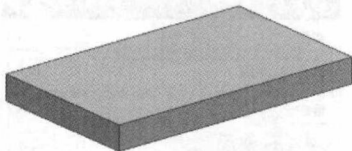

图 1-8 创建长方体
(1) 选择【插入】|【设计特征】|【长方体】命令, 出现【块】对话框, 在【长度】文本框中输入 60, 在【宽度】文本框中输入 100, 在【高度】文本框中输入 10, 单击【确定】按钮, 在坐标系原点(0,0,0)创建长方体, 如图 1-8 所示。